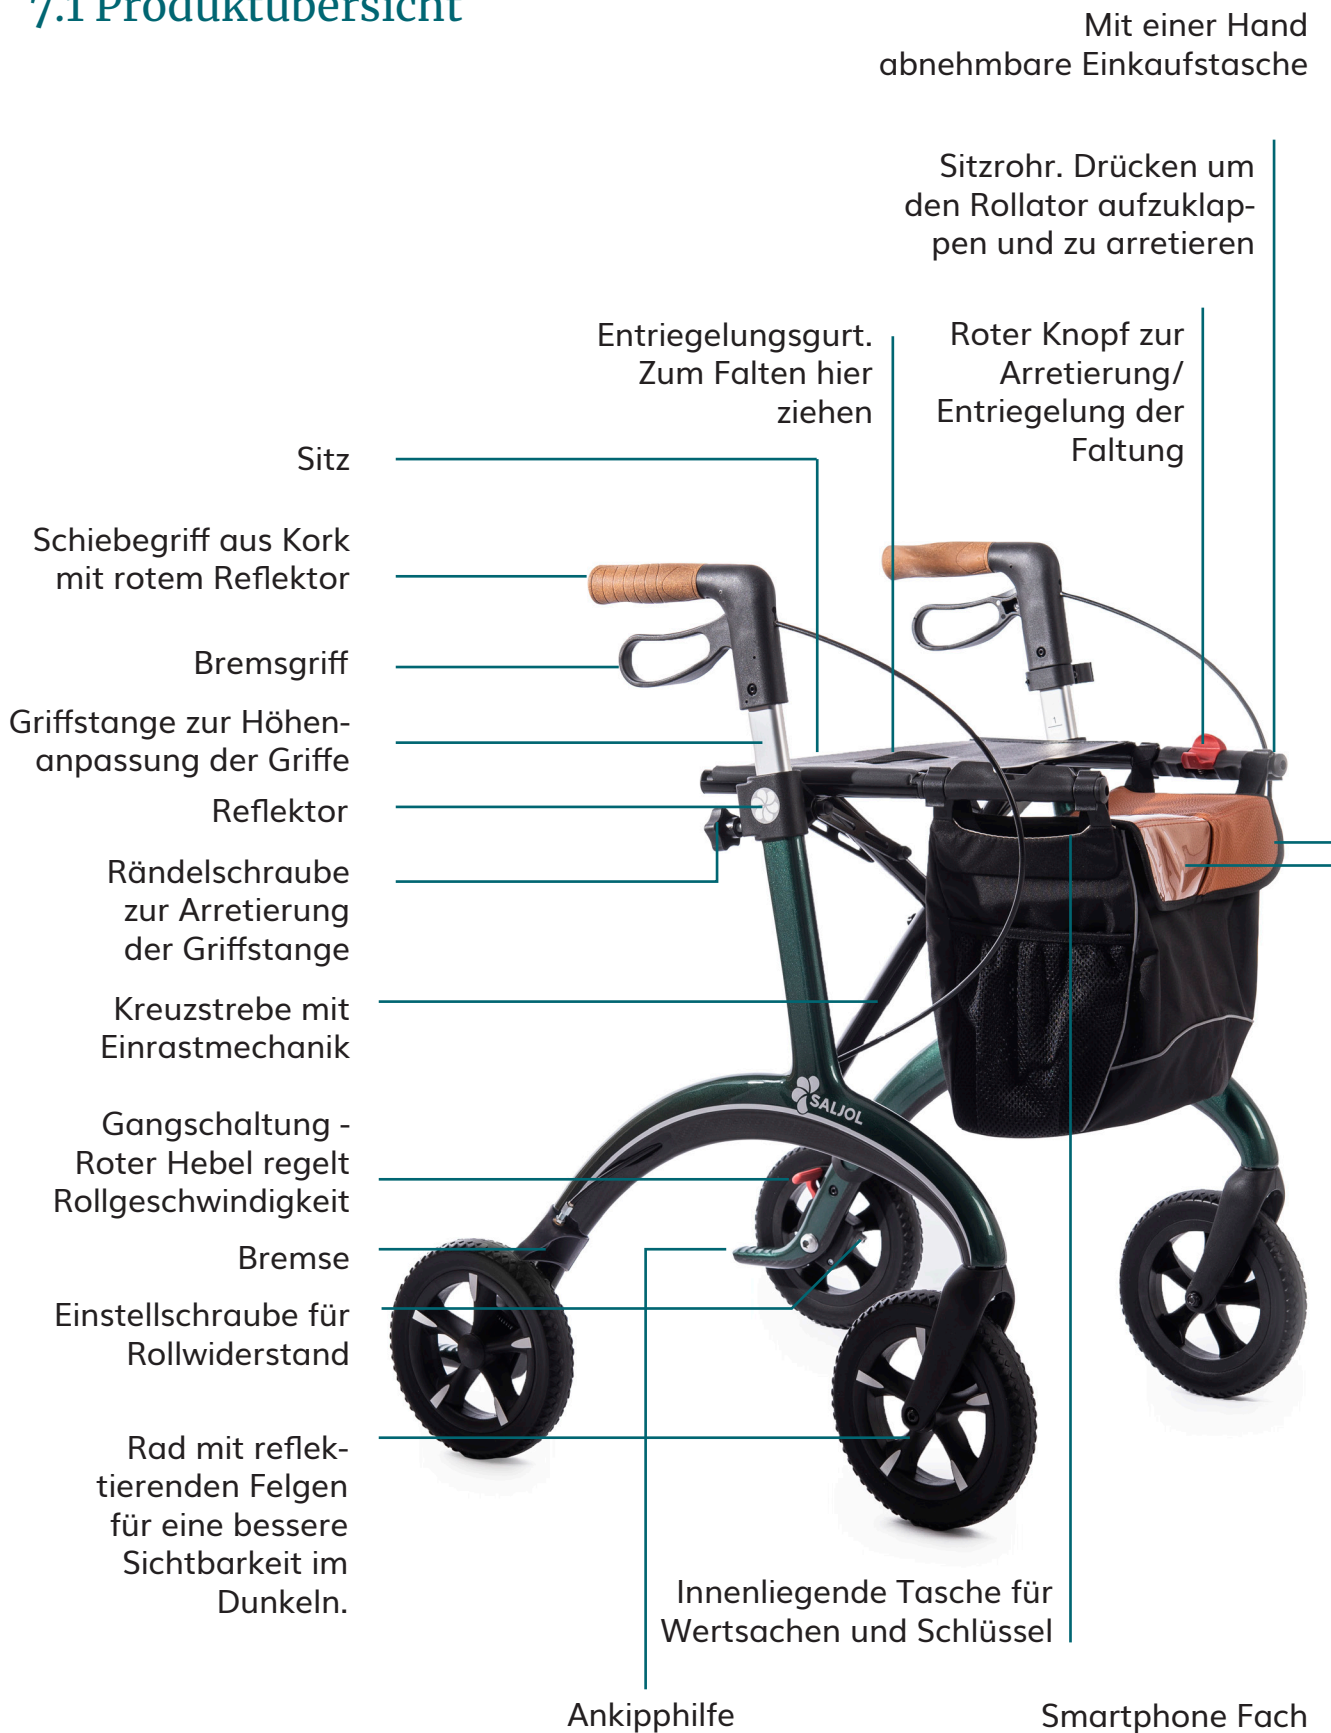

Abbildung 1: Der Saljol Carbon Rollator
Abbildung 1 soll Ihnen einen Überblick über die Teile Ihres Carbon Rollators von Saljol vermitteln und Ihnen eine Hilfestellung beim Einstellen des Carbon Rollators von Saljol auf Ihre Bedürfnisse sein.
Nehmen Sie den Carbon Rollator von Saljol aus dem Karton und überprüfen Sie, ob etwas fehlt. Vergleichen Sie mit Abbildung 1. Falls ein Teil fehlt oder Bauteile beschädigt sind, kontaktieren Sie umgehend Ihren Fachhändler oder Saljol.
- Testen Sie nun, ob Sie die Sitzrohre nach oben ziehen können. Falls dies nicht klappt, ist der Rollator korrekt und sicher aufgefalted. Vergleichen Sie im Zweifel mit Abb. 1.